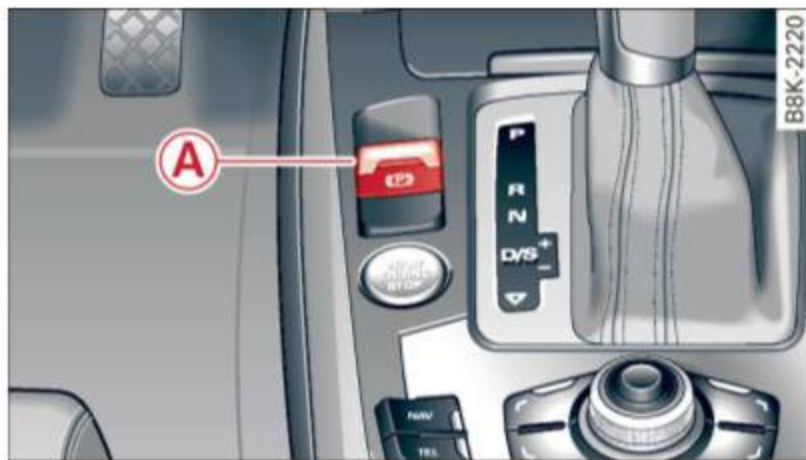

Fig. 92 Console centrale : frein de stationnement
- ▶ Tirez la commande **A** ⇒ *fig. 92* pour serrer le frein de stationnement. Le témoin indicateur de la commande s'allume.
- ▶ Retirez le bouton  ⇒ page 88, fig. 92 pour mettre le frein de stationnement.
- ▶ Tirez la commande  ⇒ page 88, fig. 92 pour serrer le frein de stationnement.
- ▶ En cas d'urgence, relevez la commande  ⇒ page 88, fig. 92 et continuez de le faire pour ralentir votre véhicule à l'aide du frein de stationnement.